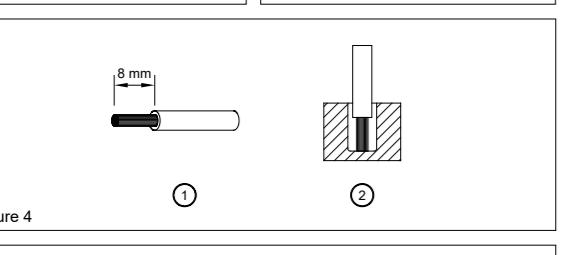

Figure 4
(1)	2,1-3,3	14-12	5,2	4,5	8
(2)	2,1-3,3	14-12	5,2	4,5	8
Bitte sorgen Sie dafür, dass die Kabel vollständig in die Anschlussklemmen eingeführt werden, siehe Abb. 4 (2). Die Schraubklemmen müssen sicher befestigt und alle Drahtlitsen in die Klemmen eingeführt sein, um einen sicheren und maximalen Kontakt sicherzustellen.
Please ensure that the wires are fully inserted into the connecting terminals as shown in Fig. 4 (2). All wire strands must be fully inserted into the terminals with the screws securely fastened in order to ensure safety and maximum contact.